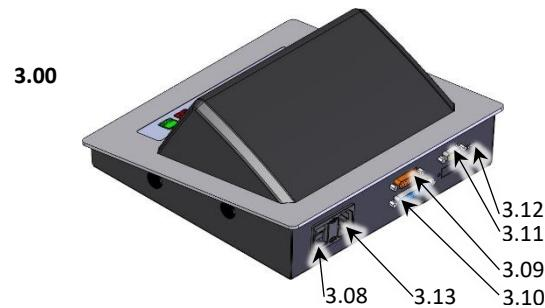

Abb. 4 Rückseite Elektronikeinheit
- Schalten Sie die Elektronikeinheit mit dem Netzschalter (3.08, Abb. 4 Seite 4) ein.